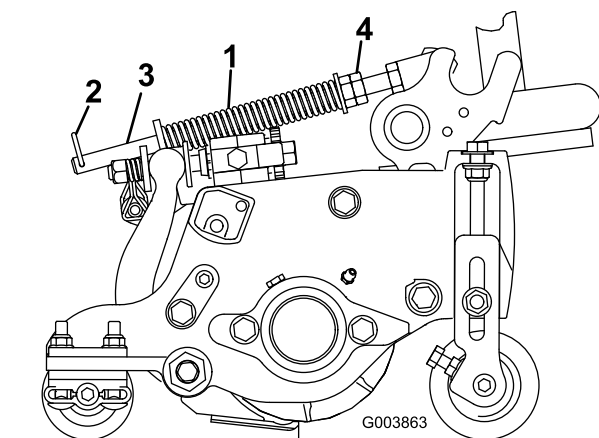

Figura 22
1. Asegúrese de que el pasador de horquilla está instalado en el taladro del extremo de la varilla (Figura 22).
2. Apriete las tuercas hexagonales del extremo delantero de la varilla del muelle hasta que la longitud comprimida del muelle sea de 15,9 cm (Figura 22).